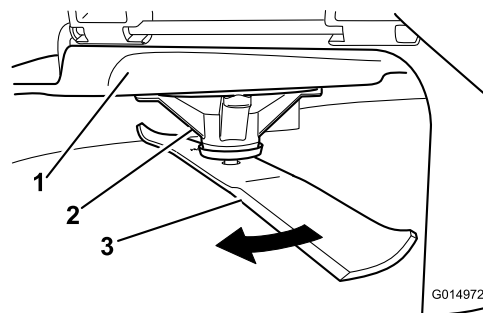

Bild 101
2. Tragen Sie dicke Handschuhe oder andere angemessene Handschuhe und drehen Sie das Messer langsam in eine Stellung, in der das Messen des Abstands zwischen der Schnittkante und der ebenen Fläche der Maschine möglich ist (Bild 101).